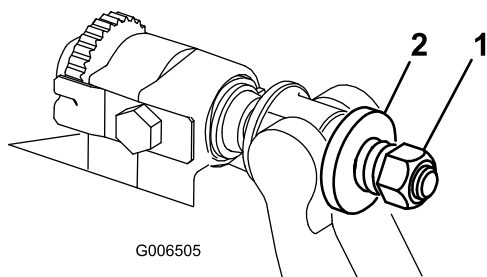

Figura 36
3. Serrate il dado di tensione della molla finché la molla non si piegherà, quindi allentate di 1/2 giro (Figura 36).